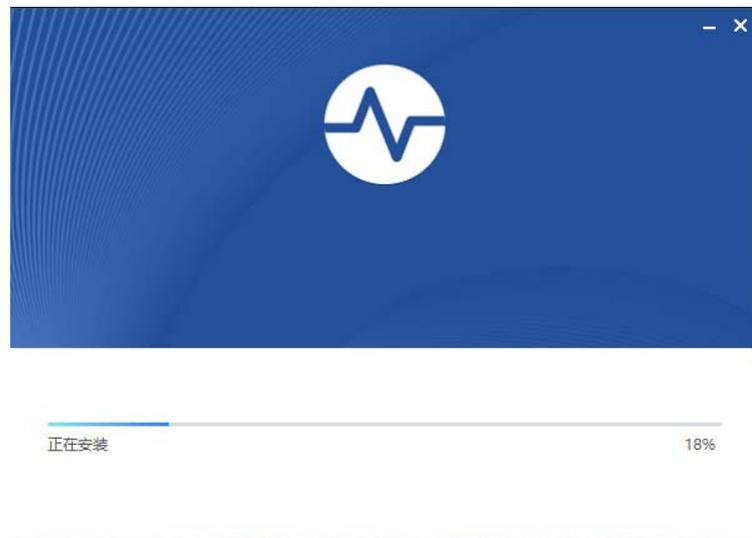

图 2.5.3 安装过程
- 2、 在安装向导页面可以选择安装的软件语言，选好语言之后可以点击“快速安装”直接进入安装过程，直接安装到默认 C:\Program Files(X86) 文件夹；也支持用户自己选择安装目录，点击“浏览”进行安装路径选择。点击“快速安装”后进入安装页面，如图 2.5.3。